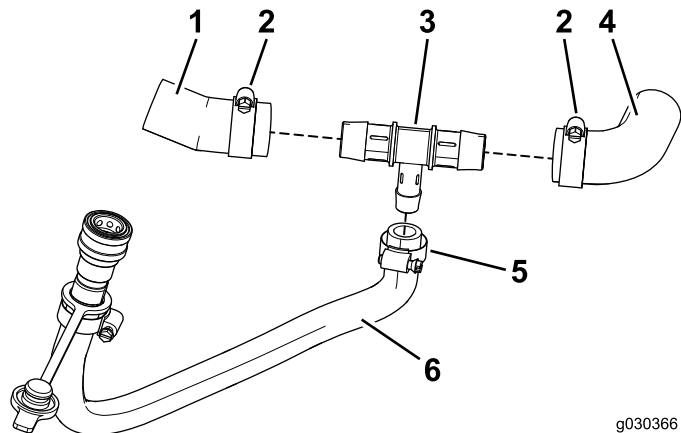

図 36
4. 左右に分割されたホースを T 字フィッティングに接続する 図 36。
5. 大きいホースクランプでホースを T 字フィッティングに固定する 図 36。